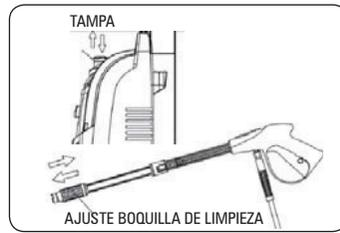

FIGURA 18
5. Empuje hacia delante la boquilla de limpieza para disminuir la presión del spray (1700W, 2000W y 2600W figura 18, 19 y 20).